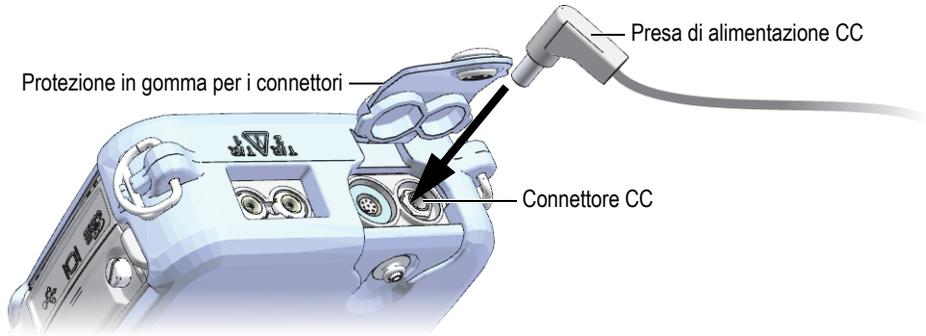

Figura 2-3 Collegamento alla presa di alimentazione CC
2. Nel 38DL PLUS, sollevare la protezione in gomma che copre il connettore CC del 38DL PLUS (vedere Figura 2-3 a pagina 45).
3. Collegare la presa di alimentazione CC del caricabatterie-alimentatore al connettore CC (vedere Figura 2-3 a pagina 45).